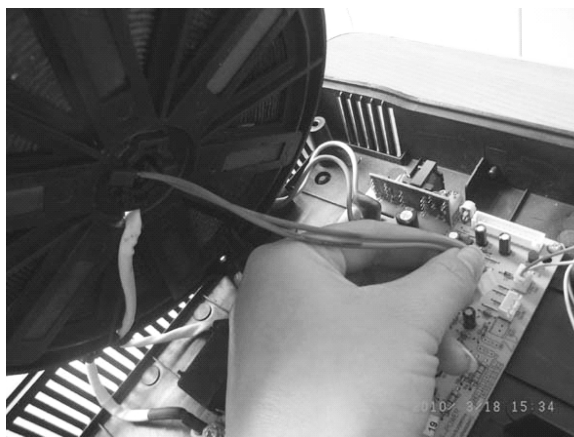

图 3-18 拔下锅底励磁线圈的感温装置引线插头
- 4) 拔下锅底励磁线圈的感温装置引线插头，如图 3-18 所示。